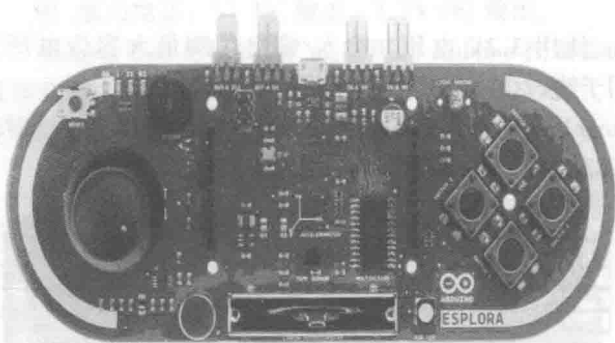

图 1-7 Arduino Esplora
(7) Arduino Esplora (见图 1-7)。Arduino Esplora 是一款由 ATmega32u4 供电的微控制器板卡, 以 Arduino Leonardo 为基础开发而成。该板卡专为不具备电子学应用基础且想直接使用 Arduino 的创客和 DIY 爱好者而设计。